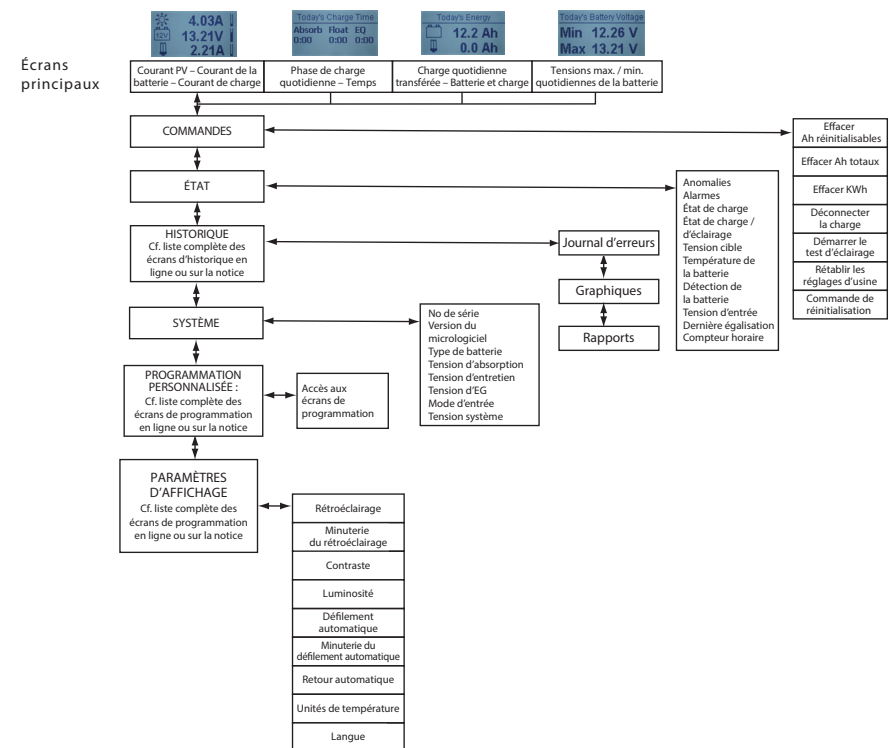

Figure 4-2. Structure simplifiée des menus du compteur.
- De nombreux ajustements des paramètres et informations détaillées, comme partiellement indiqué dans la figure 4-2 ci-après.
Comme indiqué dans la figure 4-2, les paramètres de l'écran du compteur peuvent être ajustés en sélectionnant et en modifiant les paramètres ou variables requis à l'aide des touches directionnelles.